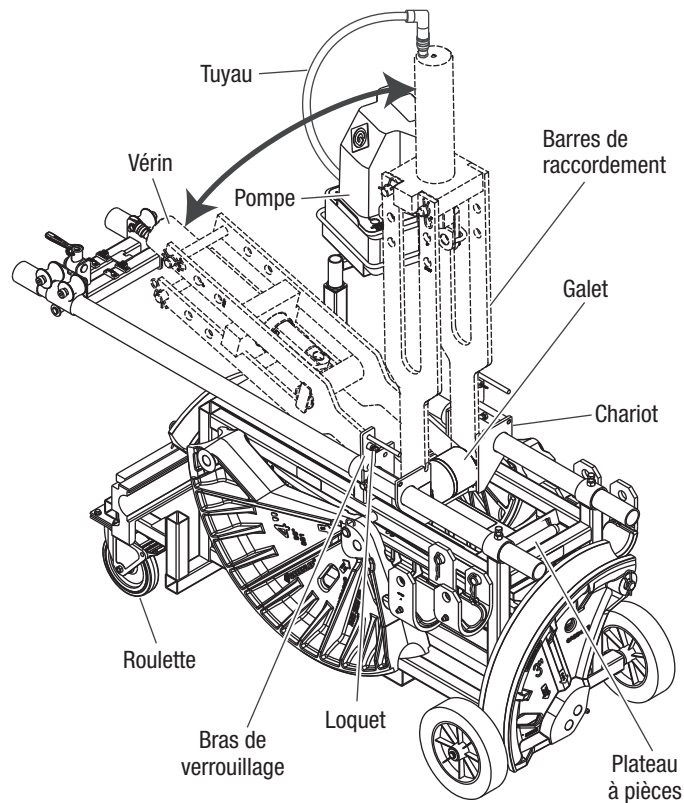

Figure 3
3. Placer le vérin entre les barres de raccordement comme indiqué à la Fig. 3.